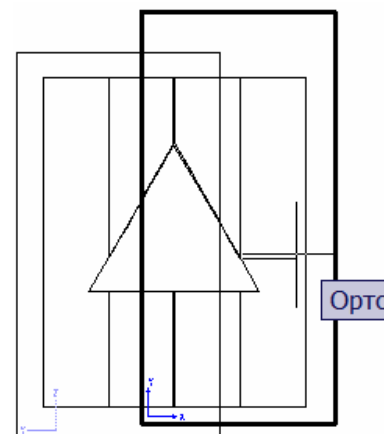

Рис. 5.29
d) на запрос второй точки секущей плоскости щёлкнуть произвольно точку правее (при включенном индикаторе Орто (Ortho)) (рис. 5.29);